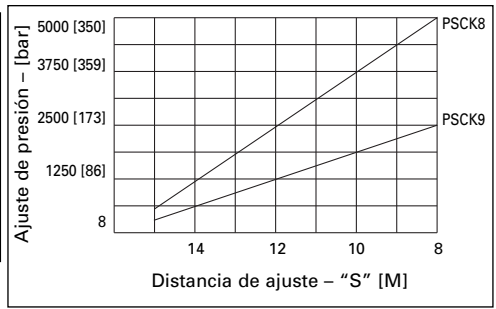

Figura 4, Gráfico
3. Apriete la contratuerca (4 NM [3 LB-PIE]) en sentido horario mientras sujeta el tornillo de ajuste de presión con la llave (ver los ajustes en el gráfico, figura 4 [el gráfico sirve solamente como guía básica; para determinar con mayor exactitud los puntos de conmutación use un manómetro de presión]).
**Nota:** La distancia de ajuste "S" en la figura 4 se mide desde el extremo del tornillo de ajuste hasta el cuerpo de la válvula (el lugar donde hace contacto la contratuerca).